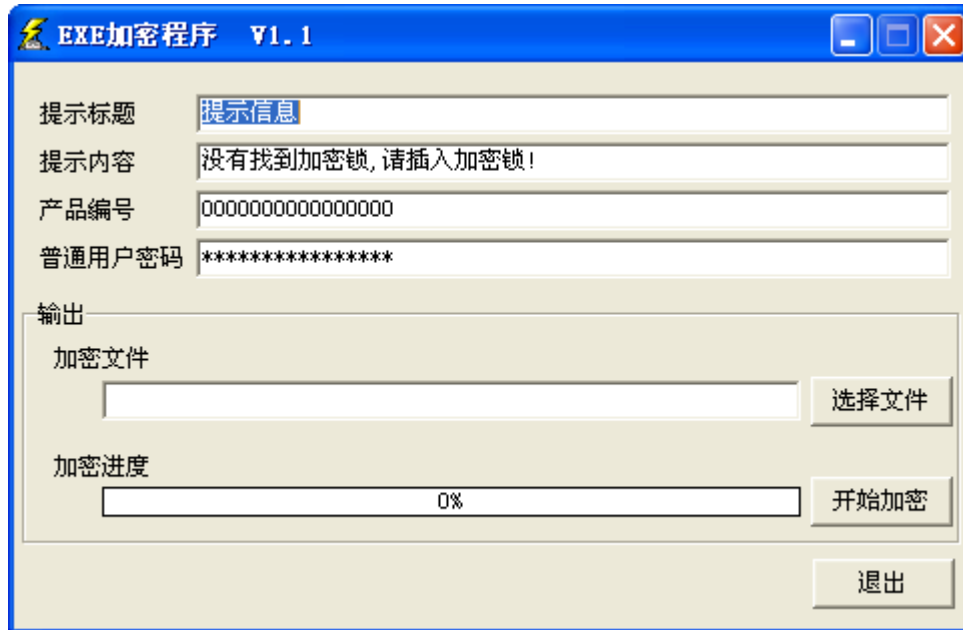

图 7.5 NTShell 主界面
3. 双击“D:\NT112 EXE文件加密\NTShell.exe”文件，将会弹出如图7.5所示的对话框 (NTShell的主界面)。